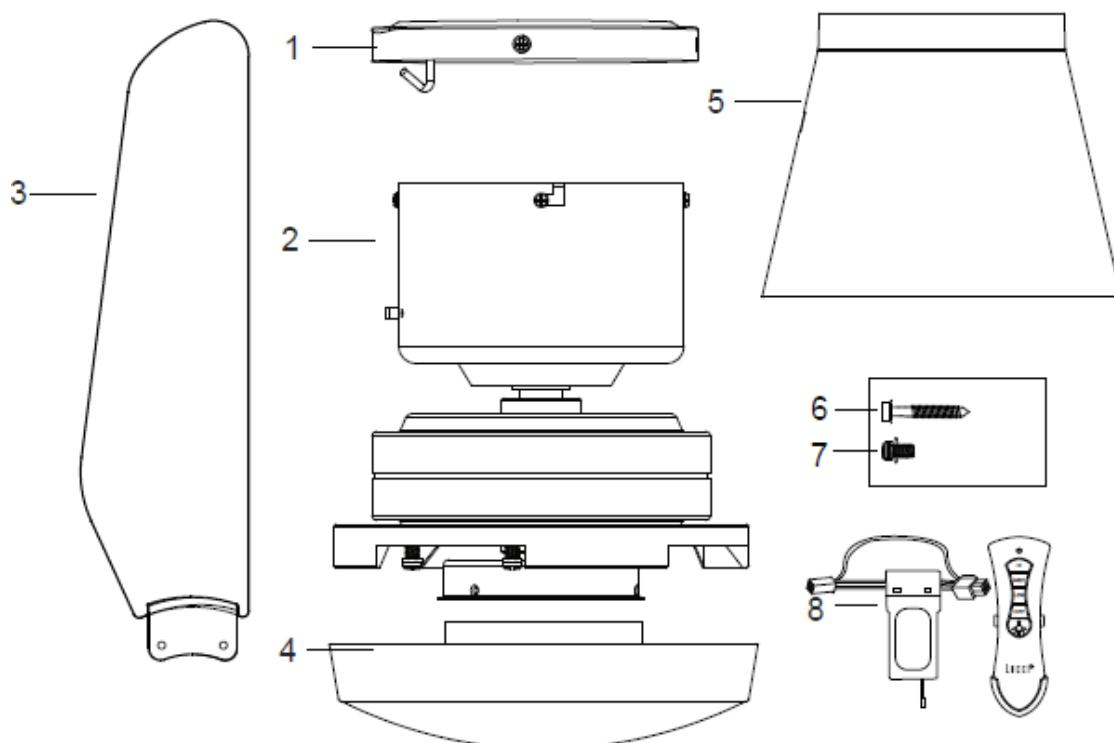

Fig. 1
- Esaminate tutte le parti, dovreste avere il seguente elenco e la Fig.1: